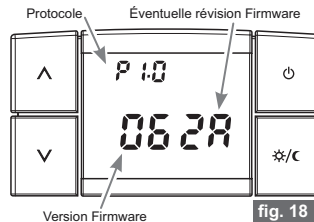
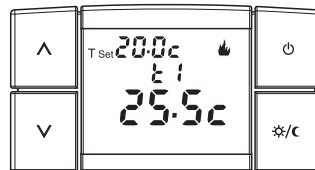

fig. 18
fig. 19
- Ensuite, l'écran affichera pendant quelques secondes la version du protocole radio, la version du firmware installé et l'éventuelle révision (exemple sur la fig. 18), puis l'écran se présentera comme sur la figure 19 et le thermostat sera prêt à fonctionner.